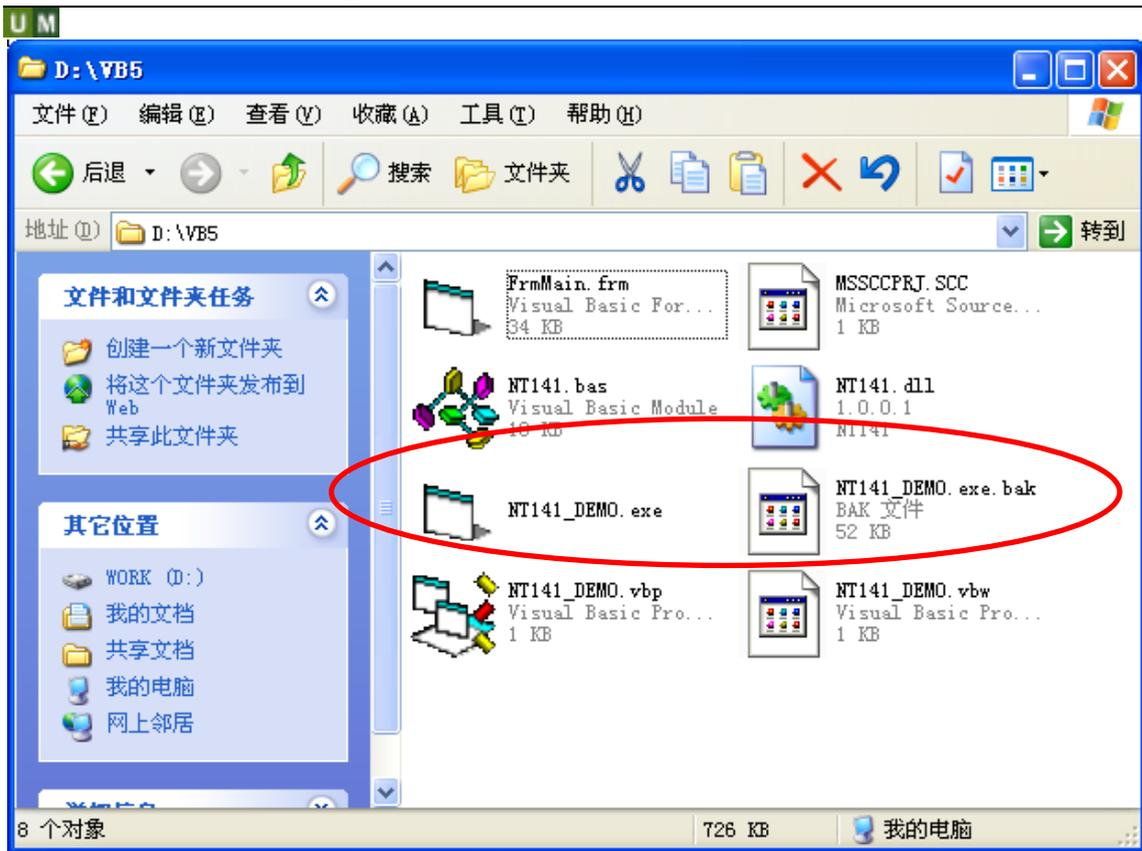

图 7.24 DLL 外壳加密结果
10. 最后单击“开始加密”按钮，即可对选中的EXE文件进行加密，结果参考如图7.24所示。其中，NT141\_DEMO.exe文件是加密后的文件；NT141\_DEMO.exe.bak为没加密的EXE文件的备份。